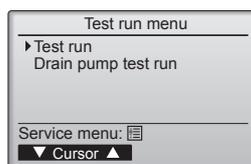

Fig. 7-4
④ Wählen Sie "Test run" (Testlauf) mit der Taste [F1] oder [F2], und drücken Sie dann die Taste . (Fig. 7-4)